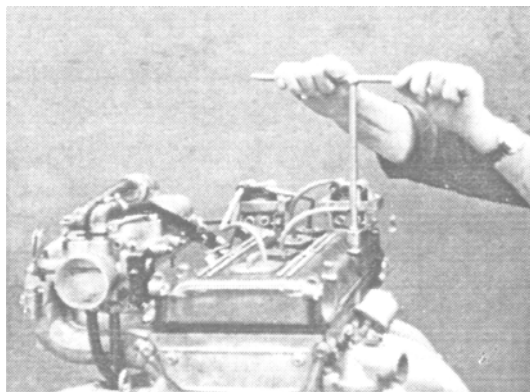

Рисунок 20 – Снятие крышки клапанов с катушками зажигания
- снять крышку клапанов с катушками зажигания (рисунок 20);